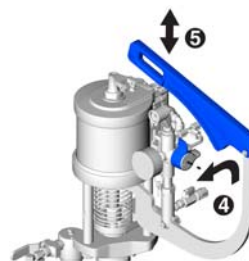

Рис. 27
5. Установите клапан снятия давления и рециркуляции насоса для катализатора в положение для распыления. См. Рис. 27.
6. Установите давление распыления в выпускном жидкостном трубопроводе насоса для катализатора (см. Рис. 27) следующим образом.